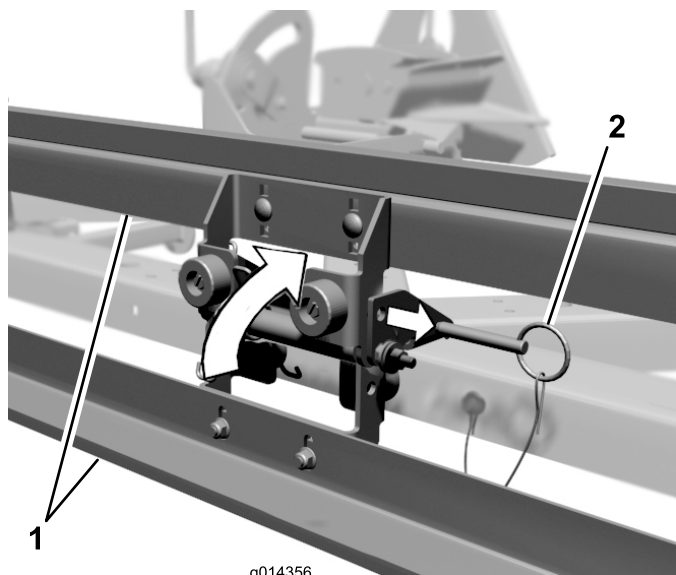

Bild 11
4. Wenn Sie den Magnet nach oben drehen möchten, entfernen Sie den Schnelllösestift, drehen Sie den Magnet nach oben und setzen den Schnelllösestift wieder ein (Bild 11). Dies ist nützlich, wenn Sie Rückstände vom Magnet entfernen möchten.